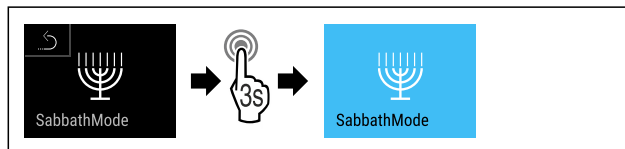

Fig. 15
- ▶ Suivre les étapes (voir Fig. 15).